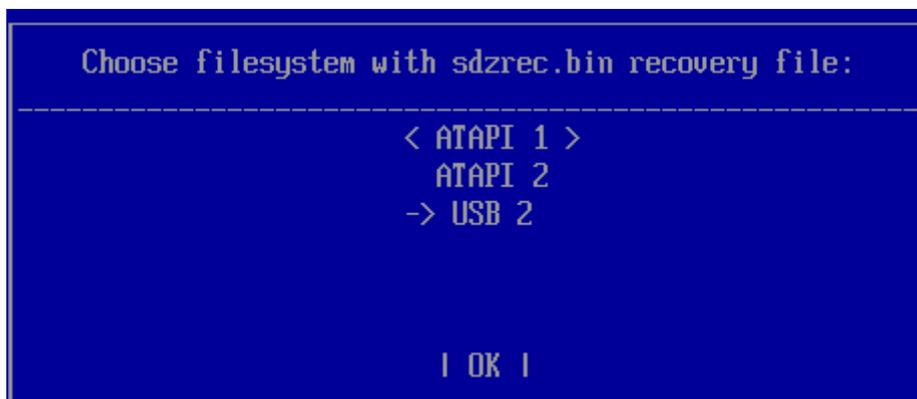

Рисунок 1.3 – Выбор устройства хранения данных для восстановления
1.1.5 При этом будет осуществлен переход к окну выбора устройства хранения данных, на котором находится утилита для восстановления модулей ПО изделия (рисунок 1.3).
1.2.4 При этом будет осуществлен переход к окну выбора устройства хранения данных, на котором находится утилита для восстановления базы данных изделия (рисунок 1.3).
1.3.4 При этом будет осуществлен переход к окну выбора устройства хранения данных, на котором находится утилита для восстановления журнала аудита изделия (рисунок 1.3).